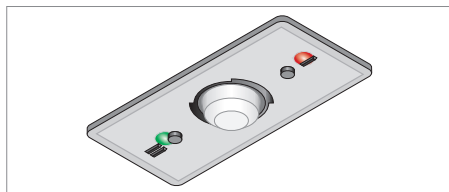

Fig. 11: Organe de commande à capteurs PIR.
- ▶ Appuyez sur la touche **I**, voir Fig. 11.
- ▶ Appuyez sur la touche **II**, voir Fig. 11.
- ▶ Appuyez sur la touche **I** et tenez-la appuyée voir Fig. 11.
- ▶ Appuyez sur la touche **II** et tenez-la appuyée voir Fig. 11.